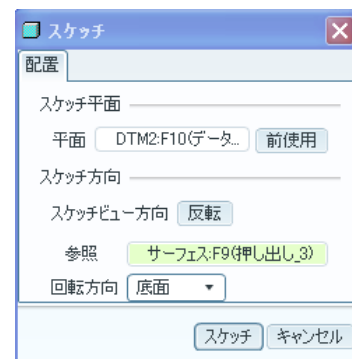

図 4-33 スケッチ平面参照ボックス
- 図 4-33 に示すようにスケッチ平面として「DTM2」左側斜面を選択し「スケッチ」をクリックして、スケッチモードに戻る。